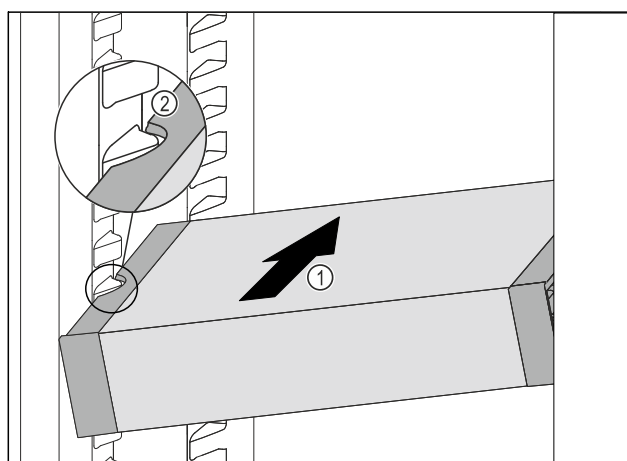

Fig. 239
- Skyv VarioSafe skrått inn i kjøleskapsdelen Fig. 239 (1), til utsparingene på sidene av Fig. 239 (2) VarioSafeser på nivå med rillene i kjøleskapet.